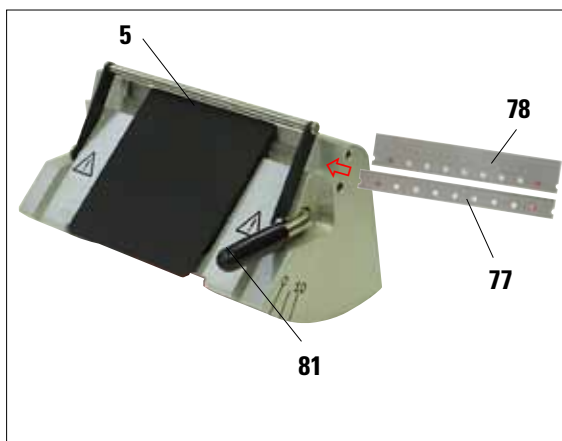

Abb. 30
- Beim Einbau darauf achten, dass die Oberkante der Andruckplatte (86) parallel und auf gleicher Höhe mit der Oberkante der hinteren Andruckplatte (80) ist (siehe Abb. 30/31, Seite 35). Wenn erforderlich, Andruckplatten justieren (Kap. 5.9.10).